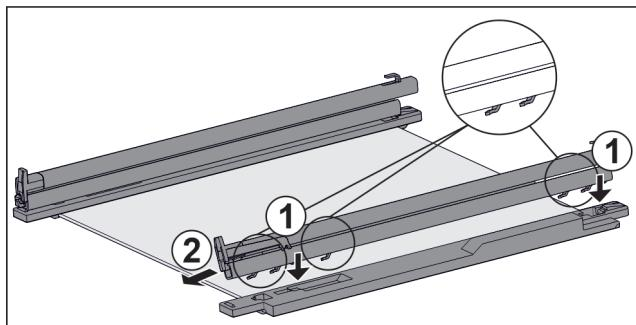

Fig. 63 Стъклена плоча с релси и задържащи части
- Поставете куките на релсата върху отворите на **левата** задържаща част. Fig. 63 (1)
► Издърпайте релсата напред. Fig. 63 (2)
► Поставете куките на релсата върху отворите на **дясната** задържаща част. Fig. 63 (1)